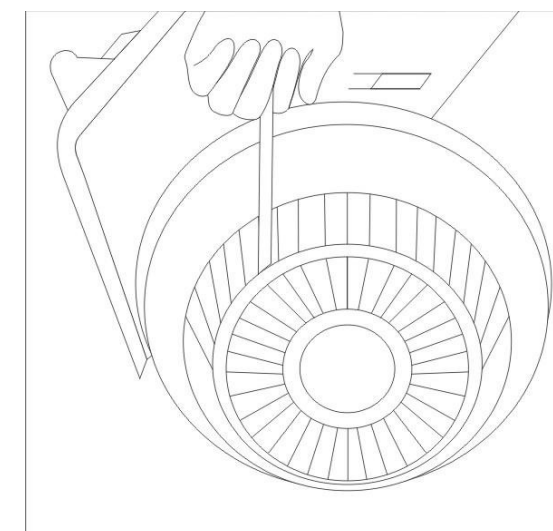

Рис. 3.5. Возвратный стартер
2. Возьмите стартер и медленно вытягивайте, пока не сработает отдача (Рис. 3.5).